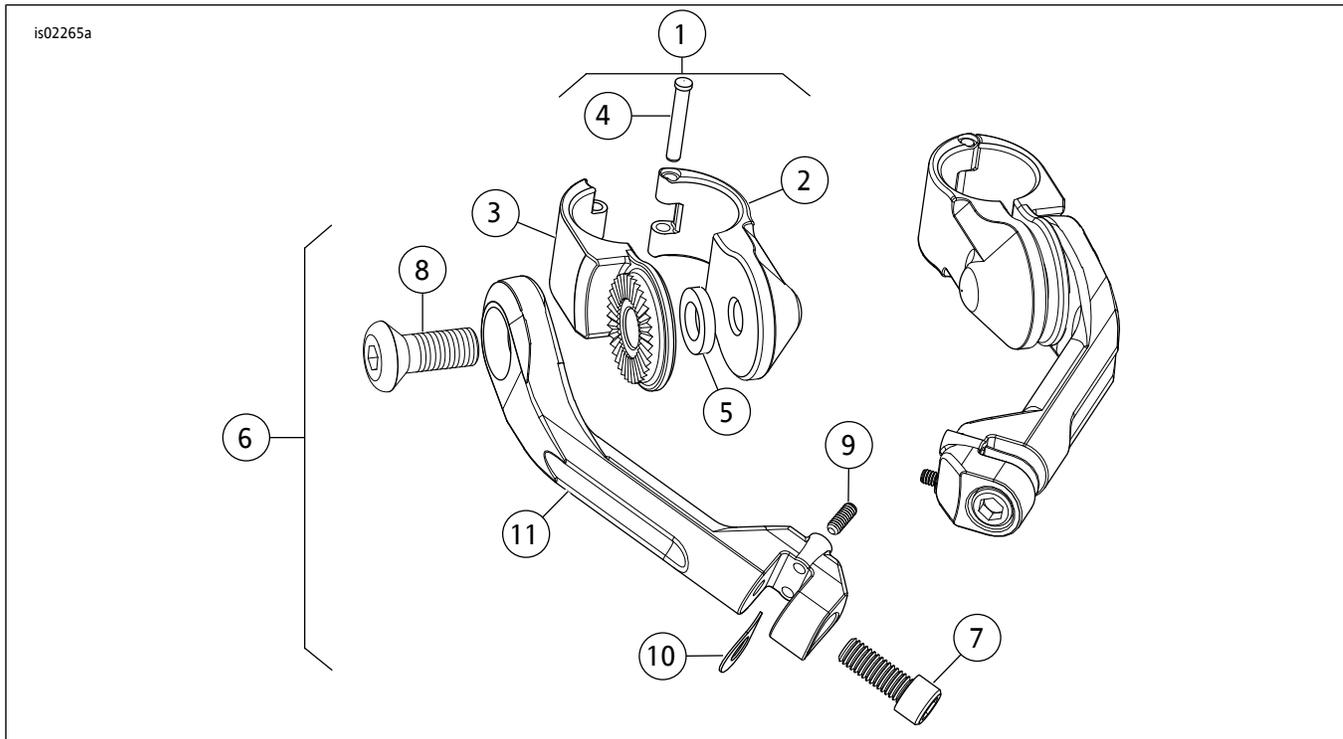

图2。维修零件：发动机护罩脚踏安装套件
参见图2和表1。
2. 参见图2。从套件中取出安装夹(1)。围绕发动机护罩定位夹半体，使其位于需要的高度，安装夹，使铰链销头朝上。夹的齿形面应朝向加长臂。
5. 参见图2。取出脚蹬(单独购买)、套件中的D形弹簧垫圈(10)和螺丝(7)。安装D形弹簧垫圈，使其位于脚蹬底架(臂)内侧，使D形方边朝向底架内侧。将垫圈固定到位，然后将脚蹬滑入到位。在螺丝上涂敷两三滴Loctite 243。将螺丝安装至脚蹬并拧紧至26 N·m(19 ft-lbs)。